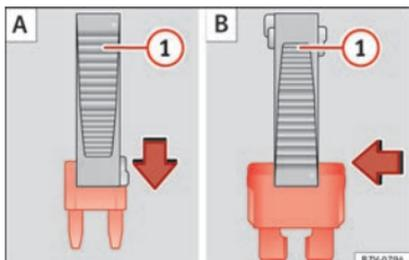

Fig. 62 Extrair ou colocar um fusível.
- *Fusíveis pequenos*: encaixe a pinça a partir de cima »» Fig. 62 A.
- *Fusíveis maiores*: desloque a pinça lateralmente sobre o fusível »» Fig. 62 B.